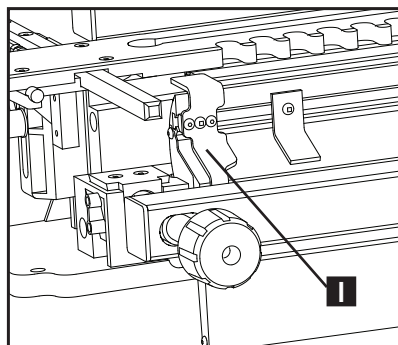

Fig. F9
7. Afloje la guía de borde izquierda plateada (I) Fig. F9 con destornillador de punta cuadrada y muévela hacia la posición izquierda más alejada.